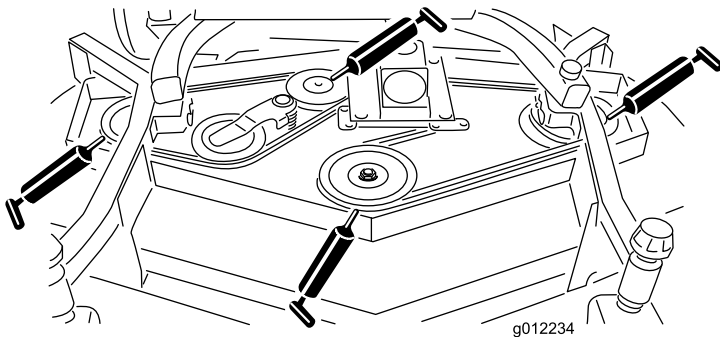

図 21
- ・ スピンドルのシャフトのベアリング（3ヶ所）（プーリの下）（図 21）
- ・ アイドラ・アームのシャフトのベアリング（図 21）